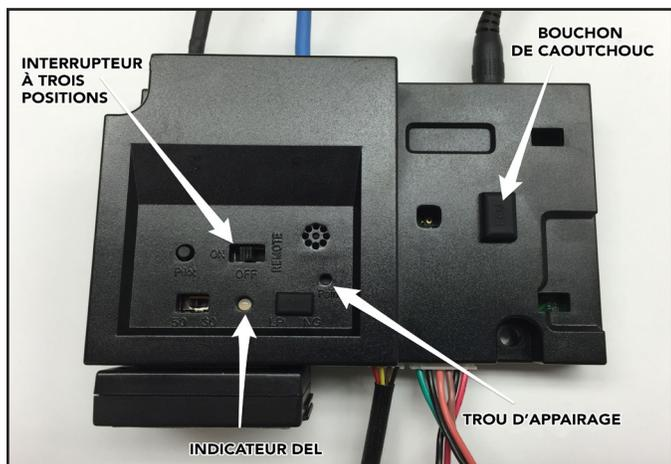

Figure 2. IFT-ECM
- Retirez le bouchon protecteur du connecteur au haut du IFT-ECM. Voir la figure 2.